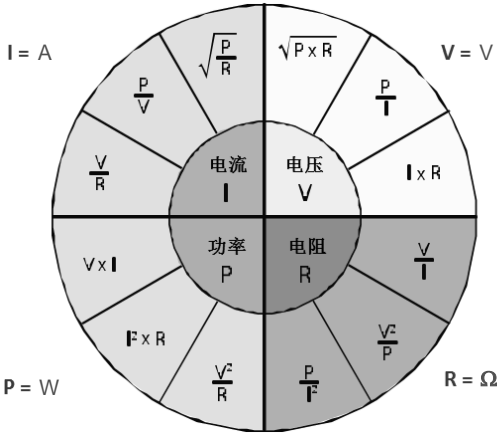

图 1-3 用欧姆定律计算电功率
在工作电压、电阻和安培数（电流）之间有一个简单的关系，可以用数学计算。给定其中的任意两个变量和欧姆定律，你就可以计算出第三个变量的值。瓦特是电功率的计量单位，它与欧姆定律有关，因为它也可以使用这几个同样的变量计算出来。请参阅图 1-3，其中 V 表示工作电压， R 表示电阻值， I 表示电流， P 表示电功率瓦特。
■ **注意：**图 1-3 中用的饼状图由 www.electronics-tutorials.ws 提供。如果你有兴趣学习更多关于电学的知识，应该直接访问这个网址——里面包含一些很有用的插图和描述。